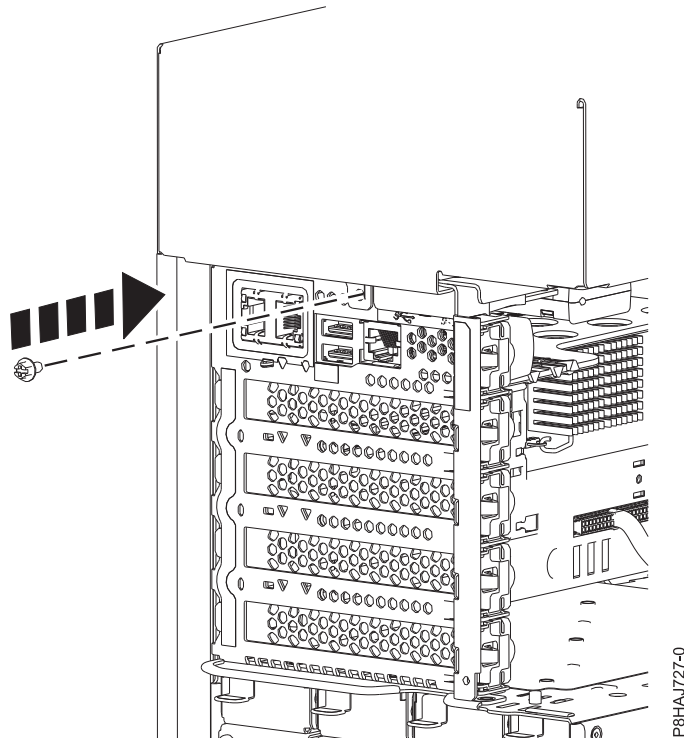

Figure 109. Installation de la vis capot latéral du 8286-41A
5. Installez la vis arrière du capot latéral à l'aide d'un tournevis cruciforme, comme illustré figure 109, à la page 135.